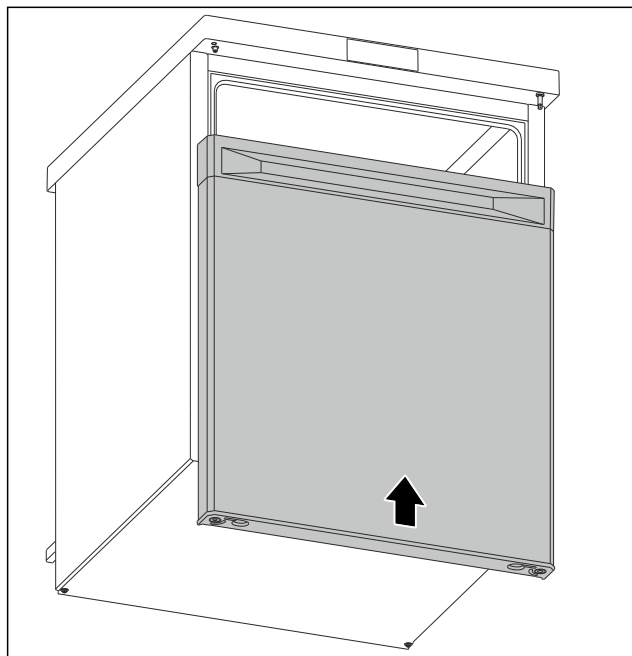

Fig. 15
- Inserire la porta chiusa sul perno superiore. (vedere Fig. 15)